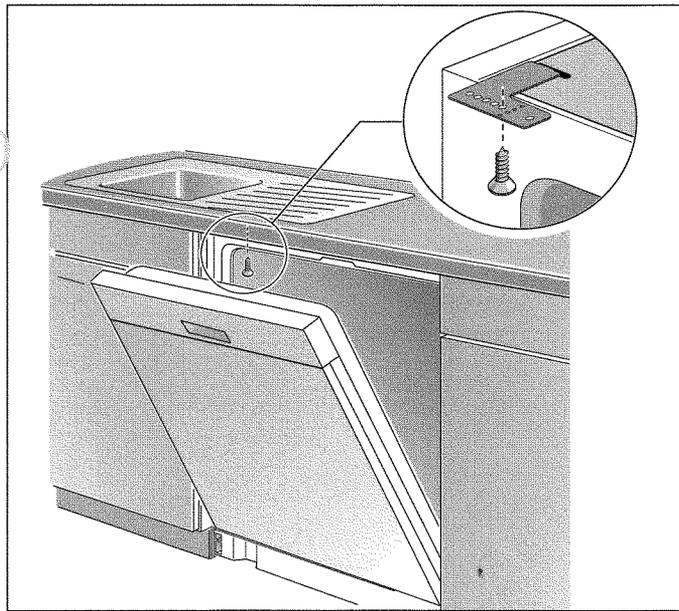
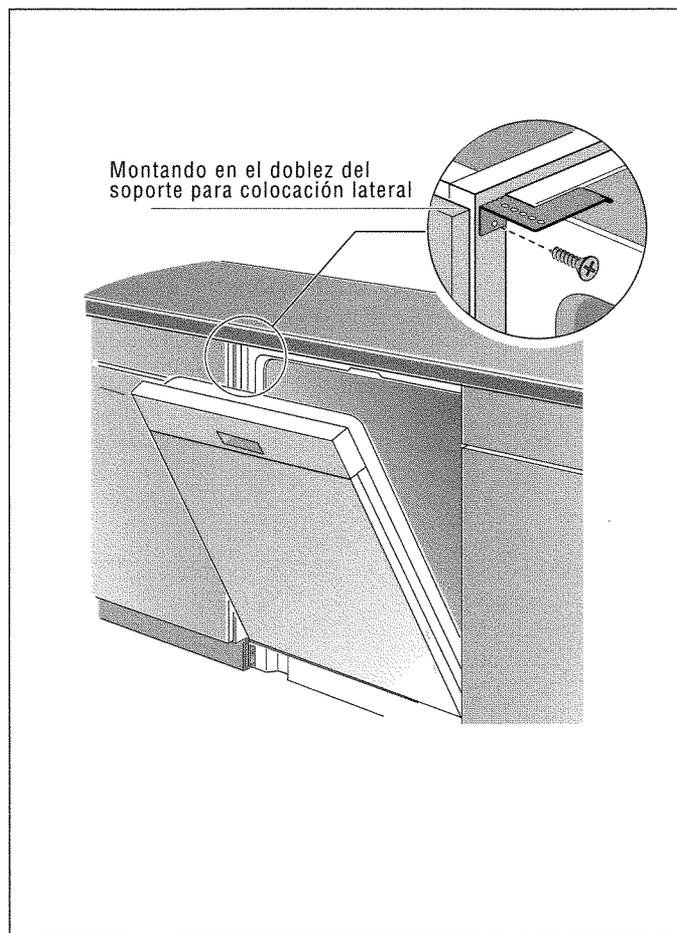
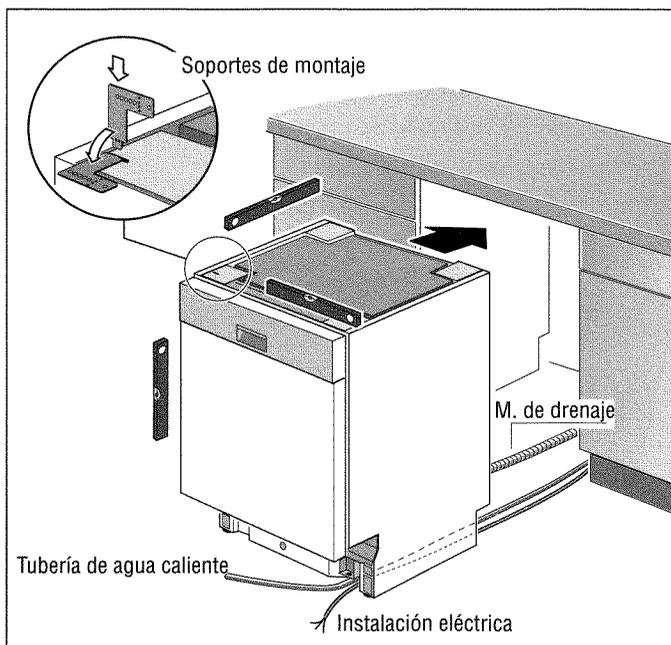

Figura 8.
Figura 9.
Figura 10.
1. Determine cómo colocar los soportes de montaje. Los soportes pueden colocarse de manera que sean atornillados abajo de la superficie del mostrador, como se muestra en la Figura 8; o bien, los soportes pueden doblarse y colocarse para ser atornillados a los lados de la abertura del mueble como se muestra en la Figura 9. Si la superficie del mostrador es de granito, mármol o cualquier otro material natural que pudiera dañarse al ser taladrado, la lavadora de platos debe montarse a los lados del mueble. Una vez que decida lo anterior, coloque los soportes de montaje antes de deslizar la lavadora de platos a su lugar, observe la Figura 10.
2. Enderece la tubería de suministro de agua caliente y el cable eléctrico de manera que pueda ser jalado fácilmente por el canal debajo de la lavadora de platos. Observe la Figura 10.